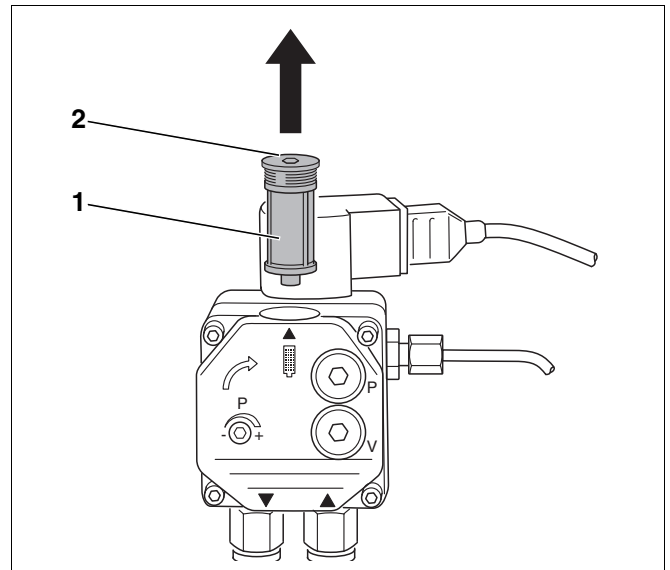

Abb. 39 Ölpumpenfilter prüfen – Ölpumpe Danfoss
- Die Innensechskantschraube an der Oberseite (Abb. 39, **Pos. 2**) lösen.
- Ölpumpenfilter (Abb. 39, **Pos. 1**) nach oben herausziehen.
- Ölpumpenfilter (Abb. 39, **Pos. 1**) mit Waschbenzin reinigen, ggf. austauschen und wieder in die Ölpumpe einbauen.